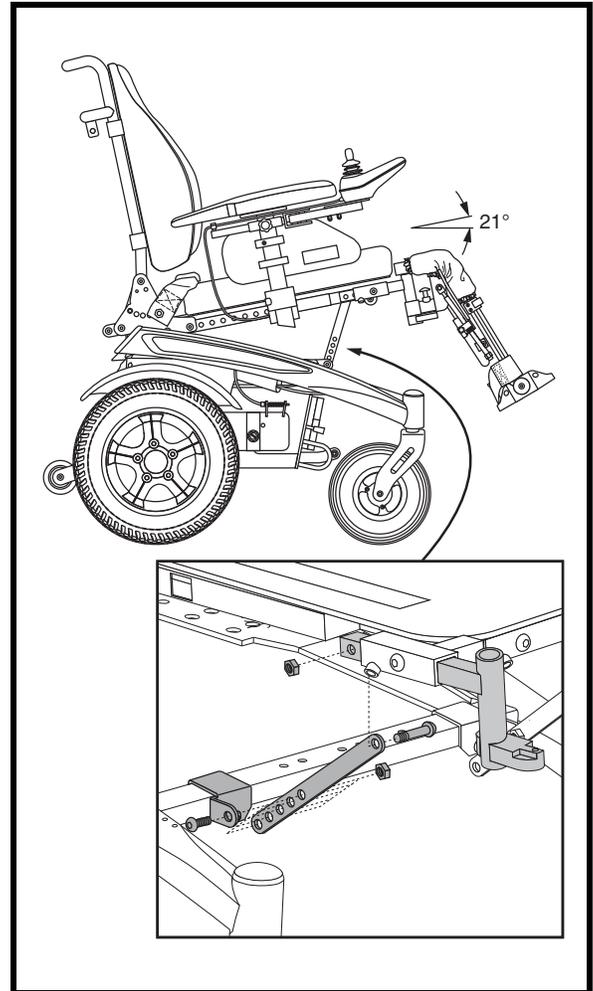

Figure 13. Réglage de l'angle (bascule) du siège
2. Retirez le boulon de réglage du siège. **See figure 13.**